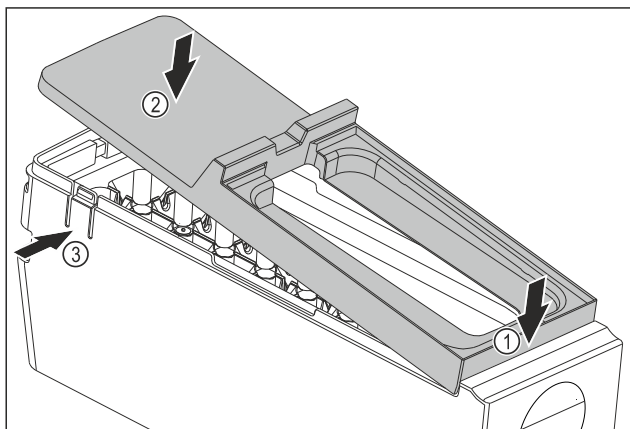

Fig. 146
- Montering af EasyTwist-Ice-legemets afdækning: Påsæt afdækningen foran. Fig. 146 (1)
- Sænk afdækningen bagtil. Fig. 146 (2)
- Afdækningen går hørbart i indgreb i begge lasker Fig. 146 (3).